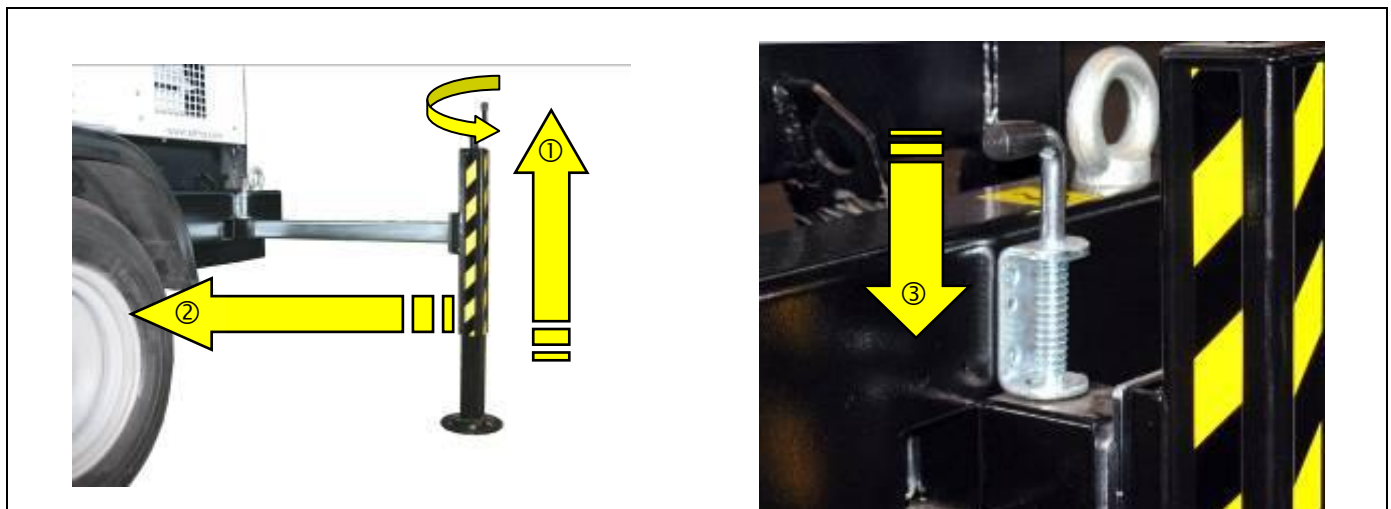

Abbildung 5.10 – Einfahren der Stützen
- ❺ Kurbeln Sie die vorderen und hinteren Stützen nach oben, schieben Sie sie in ihre Ruhestellung und verriegeln Sie die Kurbeln (Abb. 5.10 und 5.3).